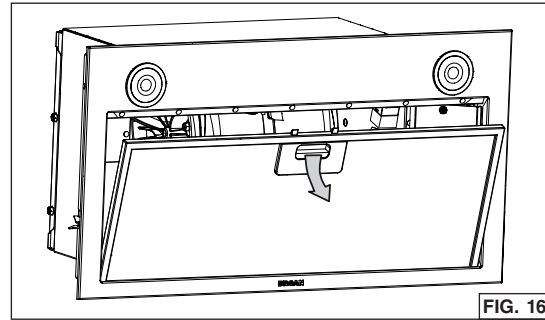

FIG. 16
2. Retirer le filtre à graisses en appuyant sur le loquet et en le basculant vers le bas (FIG. 16). Mettre le filtre de côté.